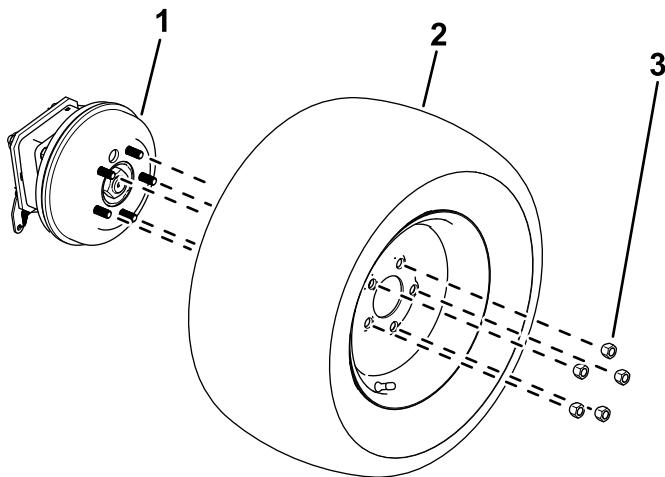

図 10
2. ホイールラグナットをゆるめて外す 図 10。
3. 各ホイールハブから車輪を取り外す図 10。
1. 先ほど外したラグナットを使って、タイヤをホイールハブに固定する図 10。